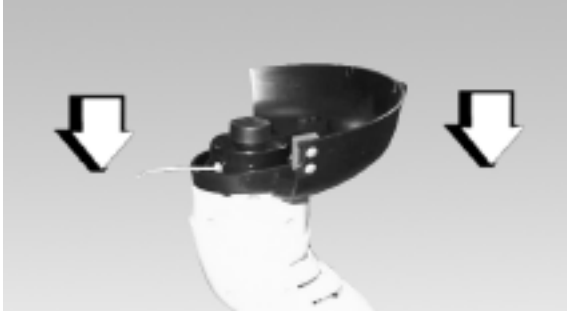

Fig. 1
1. Posicione la carcasa del motor con el carrete de hilo hacia arriba. (Fig. 1)